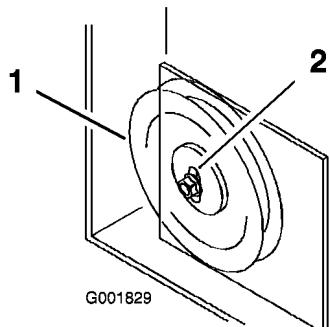

Figure 60
11. Si la plaque de la poulie de tension touche le bout de la fente de réglage et qu'il faut encore tendre la courroie, une légère modification de la poulie de tension fixe droite peut offrir un réglage de tension supplémentaire (Figure 60).